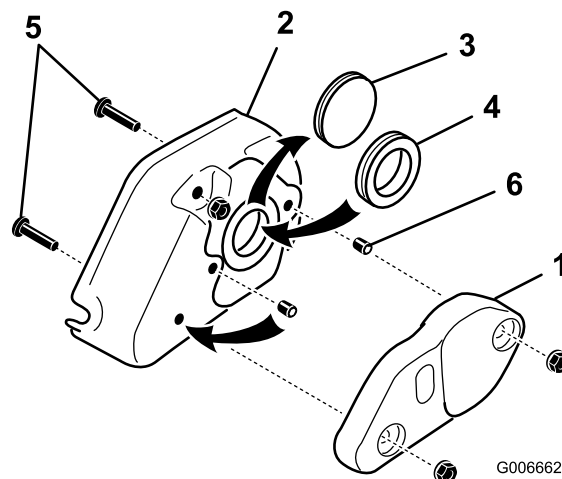

Bild 28
31. Nehmen Sie die zwei Bundmuttern (5/16") ab, mit denen das Groomergewicht an der Groomerabdeckung befestigt ist, und entfernen Sie das Gewicht (Bild 28).
32. Entfernen Sie die massive Scheibe von der Abdeckung und ersetzen Sie diese durch einen Gummidichtring (Bild 28).
33. Entfernen Sie die zwei Schrauben (5/16" x 1-1/4"), die in die Abdeckung geschraubt sind (Bild 28).
34. Nehmen Sie die Ansatzschraube aus dem mittleren Loch in der Groomerabdeckung (Bild 28). Setzen Sie diese Ansatzschraube und die Ansatzschraube, die im Set eingeschlossen ist, in die Löcher, in denen vorher die Befestigungsschrauben der Abdeckung geschraubt waren. Schmieren Sie vor dem Einbau die Ansatzschrauben mit Loctite ein. Achten Sie darauf, dass die Ansatzschrauben mit der Abdeckung bündig sind.